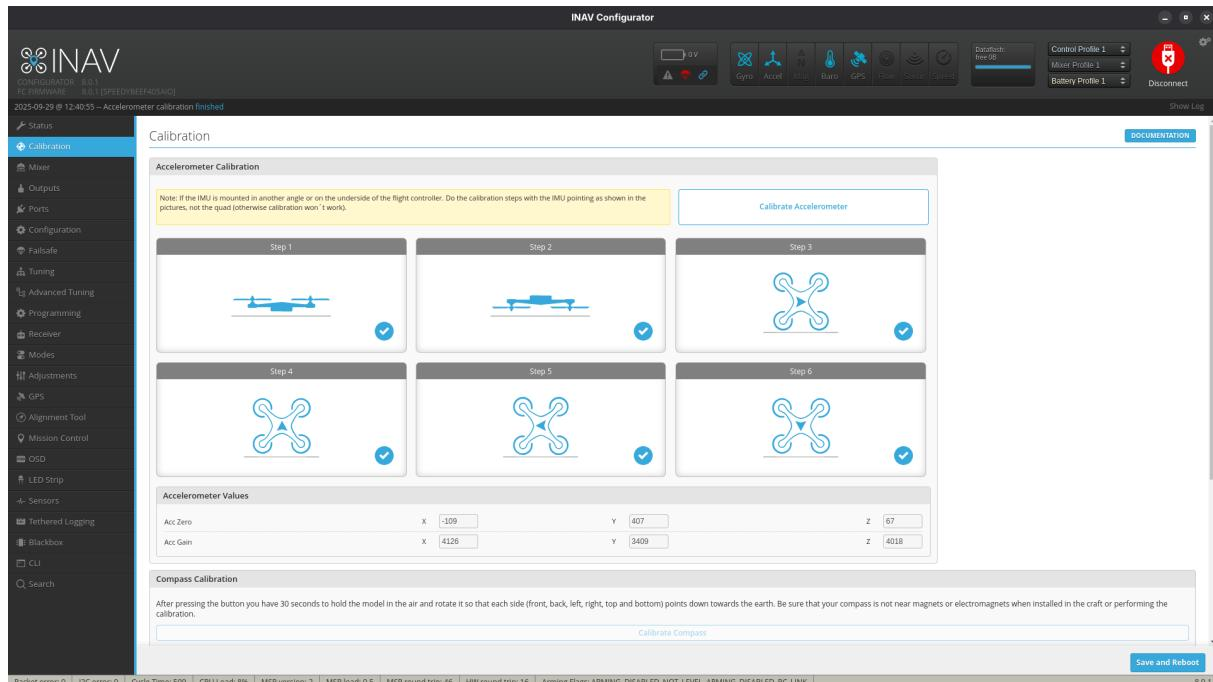

Figure 2.14: INAV Calibration Tab for Board Orientation, Compass and Flow Sensor
2. The *Calibration* tab (Figure 2.14) is used to calibrate the accelerometer and compass. To do this, the drone must be placed in different positions.
2. Im *Calibration*-Tab (Abbildung 2.14) werden der Beschleunigungsmesser und der Kompass kalibriert. Dazu muss die Drohne jeweils in unterschiedliche Posen gebracht werden.